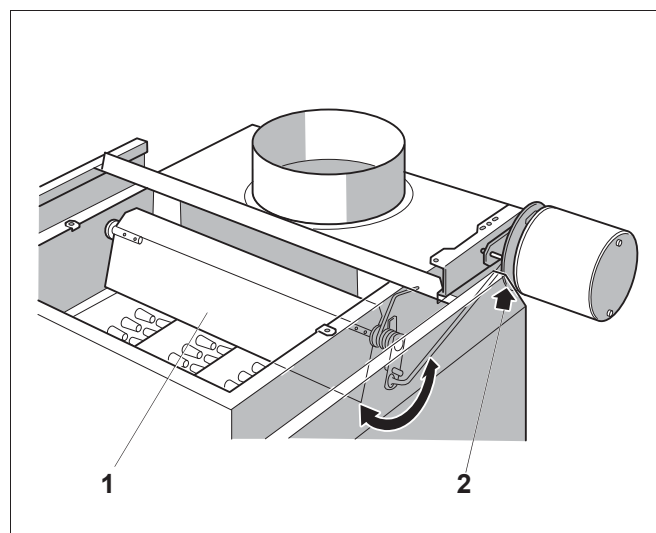

Рис. 31 Запорный клапан дымовых газов в положении "Закрыто"
- При запросе на покрытие тепловой нагрузки запорный клапан дымовых газов (рис. 31, **поз. 1**) должен переходить в положение "Открыто". Проконтролируйте это по движению рычажка (рис. 31, **поз. 2**). Только когда полностью будет достигнуто положение "Открыто", можно включать газовую горелку.